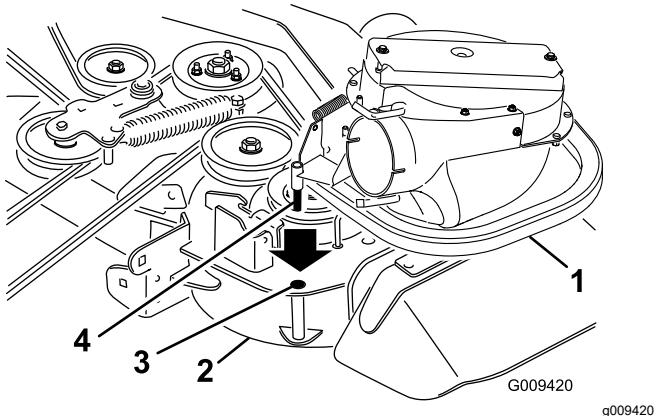
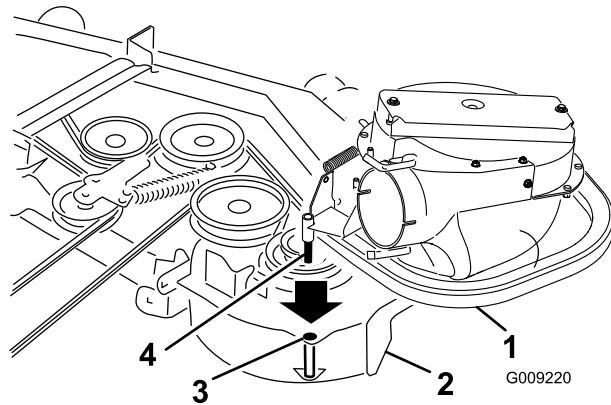

Figura 18
Figura 19
- Introduzca la clavija del soplador en el taladro del pivot (Figura 18 o Figura 19).